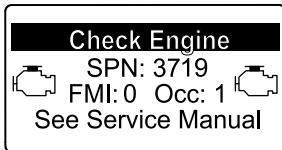

Bild 55
- Motorwarnung SPN 3719, FMI 0 (Bild 55)